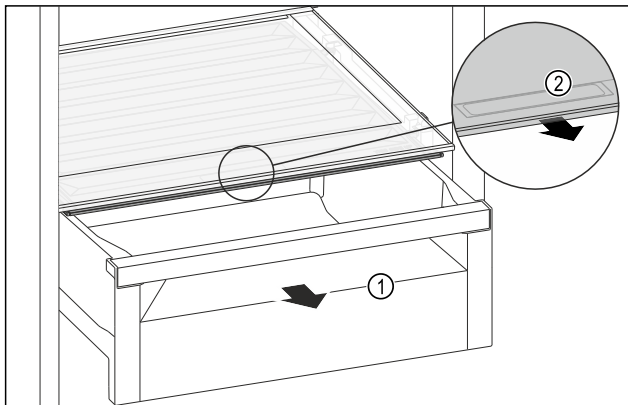

Fig. 68
- ▶ Schubfach Fig. 68 (1) herausziehen.
- ▶ Griffmulde Fig. 68 (2) am Fachdeckel anfassen und Fachdeckel gleichzeitig nach vorne ziehen.